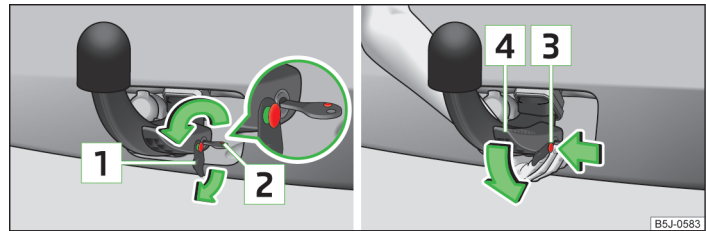

Fig. 109 Deblocați maneta de operare a tijei cuplei / slăbiți tija cuplei
- Scoateți capacul [1] » fig. 109 de pe încuietoarea tijei cuplei în sensul săgeții.